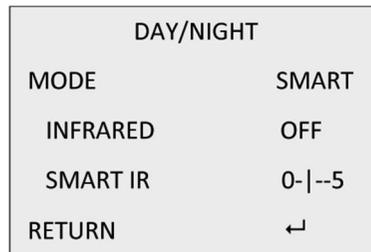

Abbildung 3-4 DAY/NIGHT
**SMART:** Wählen Sie die Option INFRARED OFF (Infrarot AUS), um die LED Beleuchtung permanent auszuschalten, wählen Sie ON (EIN), um die LED Beleuchtung mittels eingebautem Dämmerungsschalter ein bzw. aus zu schalten. Den Smart IR-Pegel können Sie von 0 bis 3 einstellen. Sollten überwiegend Objekte nahe der Kamera betrachtet werden empfiehlt es sich, den Pegel niedrig einzustellen und entsprechend bei weit entfernten Beobachtungsbereich kann ein hoher Pegel sinnvoll sein. Siehe Abbildung 3-4.